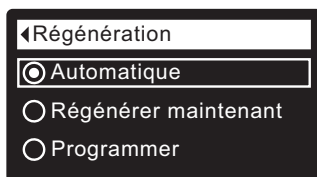
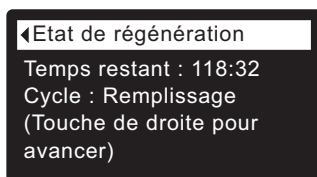

FIG. 44
FIG. 45
3. Appuyez sur le sélecteur (O) pour afficher le menu de régénération (cf. Figure 44).
4. Si le cercle vis-à-vis de l'option souhaitée a déjà un point (cf. Figure 44), passez à l'étape 5. Sinon, appuyez sur le bouton BAS (▼) ou HAUT (▲) pour passer à l'option souhaitée, puis sur le sélecteur (O) pour confirmer votre choix.
- **Régénérer maintenant** démarre sans délai une régénération si vous appuyez sur le sélecteur (O) à l'étape 5.
5. Appuyez sur le sélecteur (O) : si **Régénérer maintenant** est sélectionné, l'afficheur passe immédiatement à l'écran d'état de la régénération (cf. Figure 45).